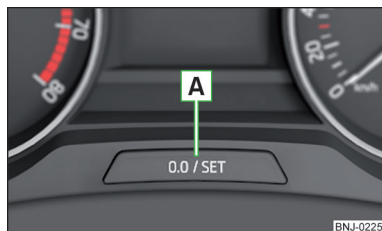

Fig. 22
➤ Pulse ligeramente la tecla **A** » fig. 22 de la pág. 38.
- Mantenga pulsada la tecla **A** » fig. 22 hasta que se muestre en la pantalla el punto de menú **Hora**.